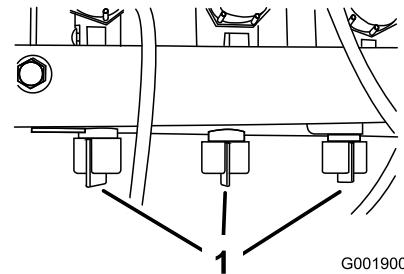

図 22
10. OFF にしたブームのバルブの下についているバイパス・バルブ(図 22)を使って、上記手順7で設定した水圧と同じ水圧に調整する。